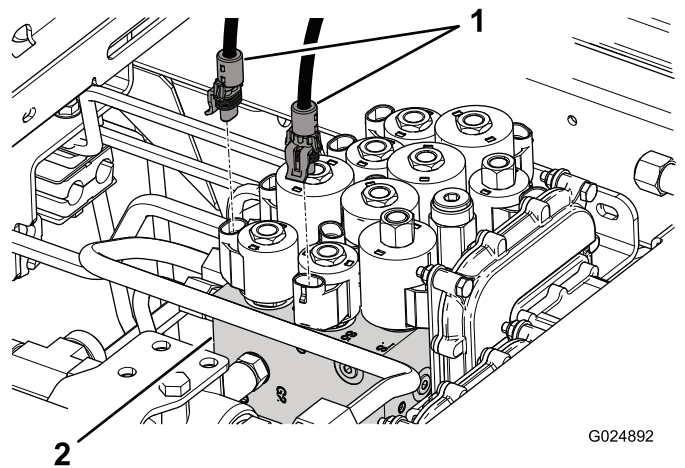

Figura 9
2. Desconecte el conector eléctrico del solenoide S5 del distribuidor de elevación (Figura 9), y conéctelo al conector del arnés de cables de bloqueo de la carcasa marcado S5 HARNESS.
3. Enchufe el conector del arnés de bloqueo de la carcasa marcado S5 SOLENOID en el solenoide S5 del distribuidor de elevación (Figura 9).
4. Desconecte el conector eléctrico del solenoide S6 del distribuidor de elevación (Figura 9), y conéctelo al conector del arnés de bloqueo de la carcasa marcado S6 HARNESS.